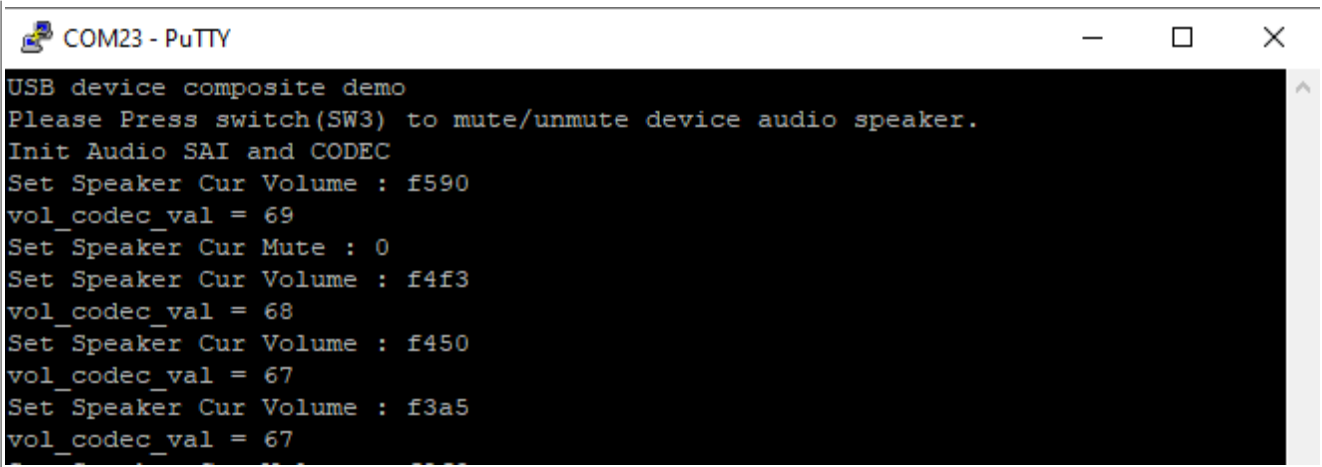

图8. USB主机更改音量功能
- 1. 更改USB主机端（PC）的音量。终端打印音量调节信息，如图8所示。